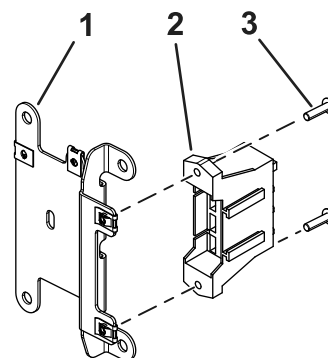

Figura 3
3. Instale el bloque de fusibles del arnés de cables en la placa de montaje de fusibles utilizando 2 tornillos (n.º 10 x 3/4"), tal y como se muestra en la Figura 3.